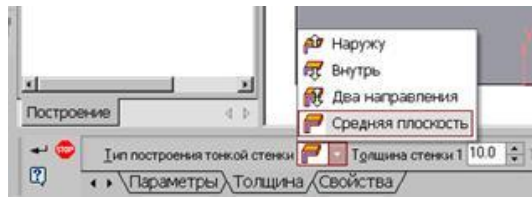

Рисунок 70 Выбор толщины ребра
5. Для построения ребер жесткости служит кнопка  Ребро жесткости. На панели свойств команды (рис.70) закладка Толщина позволяет выбрать Толщину ребра жесткости. Закладка Параметры позволяет определить: